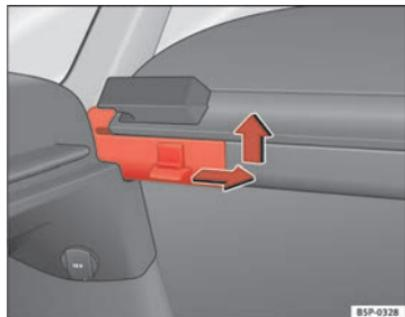

Fig. 123 Démontage de la plage arrière de rangement
- Appuyez sur la fiche latérale dans le sens de la flèche, soulevez la plage arrière et retirez-la. ⇒ fig. 123